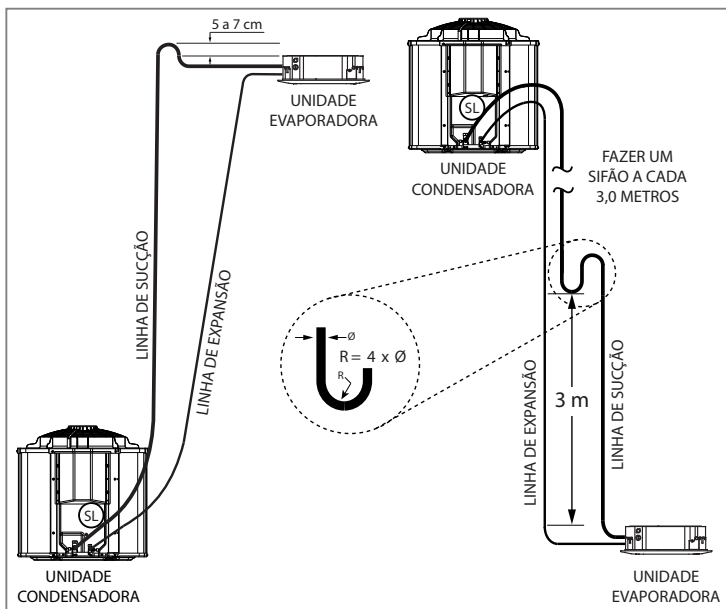

FIG. 41 - INSTALAÇÃO LINHAS DE INTERLIGAÇÃO
4. Fazer sifões nas subidas da linha de sucção, quando aplicado, a cada 3,0 m incluindo a base. Caso o desnível seja menor que 3,0 m faça apenas na base. Ver Fig. 41.
5. Inclinare as linhas horizontais de sucção no sentido do fluxo (Fig. 41).
7. Deve ser instalado um separador de líquido (isolado termicamente e da radiação - fora da un. externa), na sucção junto a entrada da un. condensadora, com capacidade volumétrica de retenção de líquido refrigerante como indicado na tabela abaixo. Veja a posição conforme a indicação SL na Fig. 41.